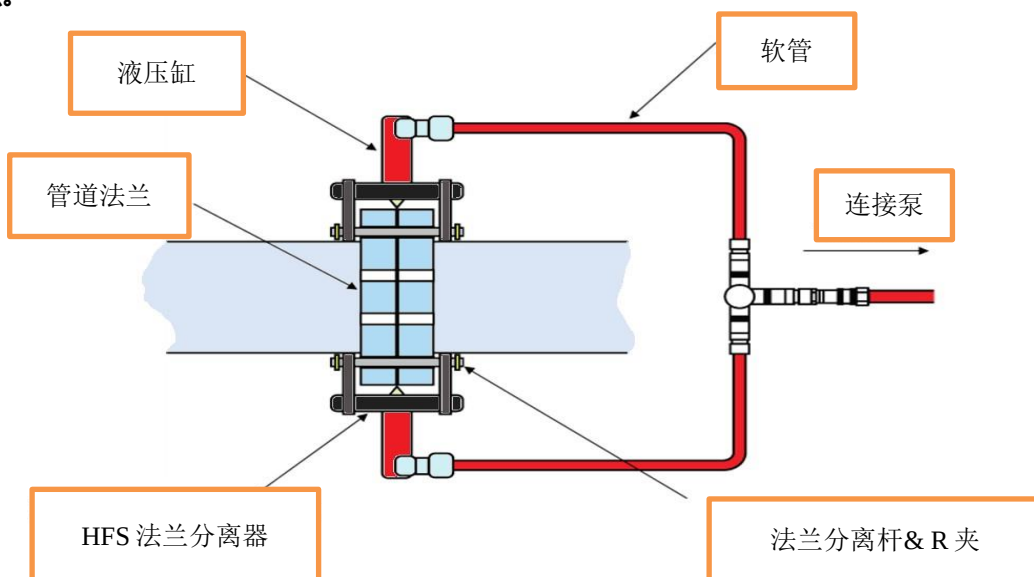

图 2 双套组分离器安装
该操作手册和安全警示适用于 HFS50 和 HFS100 液压分离器。对于这两个型号可以分别组成两个套组。HFS 套组是单个的 HFS 分离器，配置了泵和其他配件，HFS-TK 套组是包括两个法兰分离器和一个泵，一个 T 形接头和两根连接软管。见图 2
2. 将法兰上的螺栓拧松，至少完全移开一个螺栓。对于，双套组分离器的操作布置（见图 2），移除 2 个螺栓。注意在某些情况下根据工作的性质需要将螺栓完全移除，但是通常留 1-2 个螺栓在法兰，这样会对重组有帮助。向合格的技术人员咨询适当的操作程序。
3. 使 HFS 法兰与空的螺栓孔对齐，插入法兰分离器的拉杆，用“R”夹固定好。见图 2
4. 连接泵软管-对于双套组分离器的操作布置（见图 2），对于一套组的操作布置只需要一根软管连接泵和分离器。